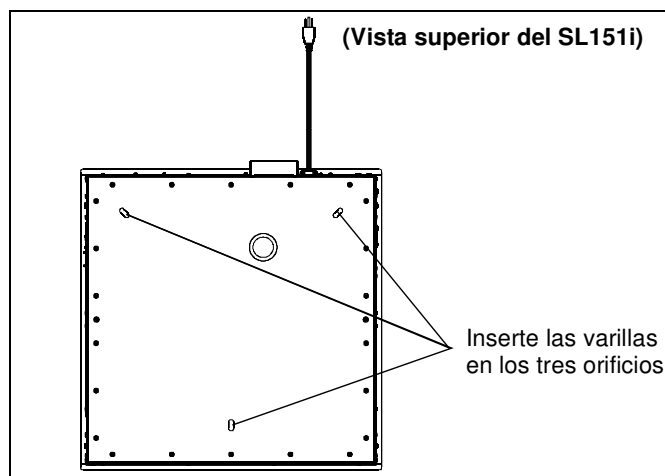

Figura 8
1. Voltee el SL151i y pase las varillas roscadas por los tres orificios de la parte superior de la carcasa del elevador. (Consulte la Figura 8).